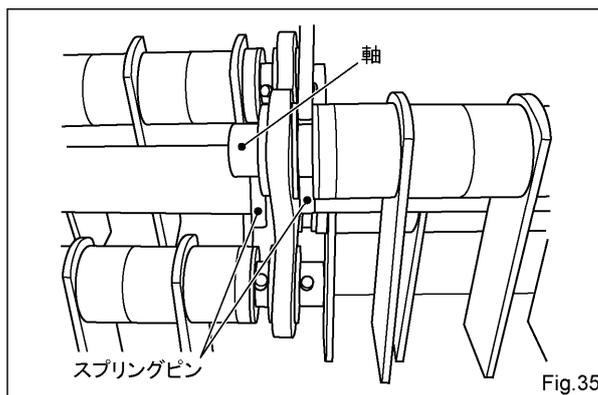

Fig.35
- (1) 本機を倒立させて作業する必要があるので、エンジンからエンジンオイルを抜きガソリンを燃料タンクから抜きます。
- (2) リール高さ切換レバーを作業位置にします。
- (3) 本機を倒立させます。
- (4) フレイルリールのフリー刃を取付けている軸の Springsピン 2 本を工具を用いて抜きます。(Fig.35)